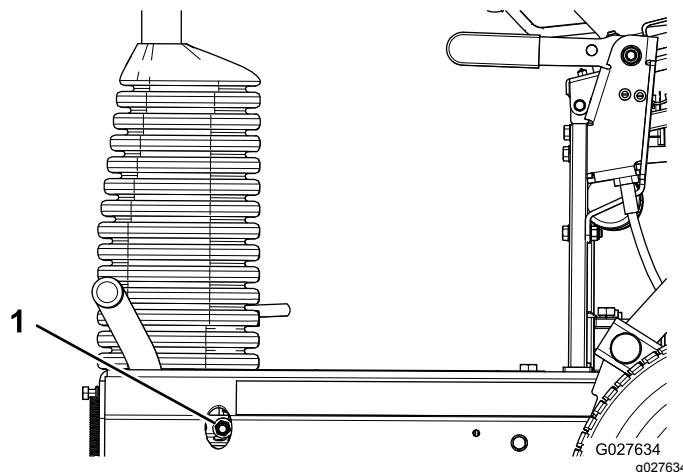

Figura 38
- Para aumentar la resistencia del freno, apriete la contratuerca del freno (Figura 38).
- Para reducir la resistencia del freno, afloje la contratuerca del freno (Figura 38).